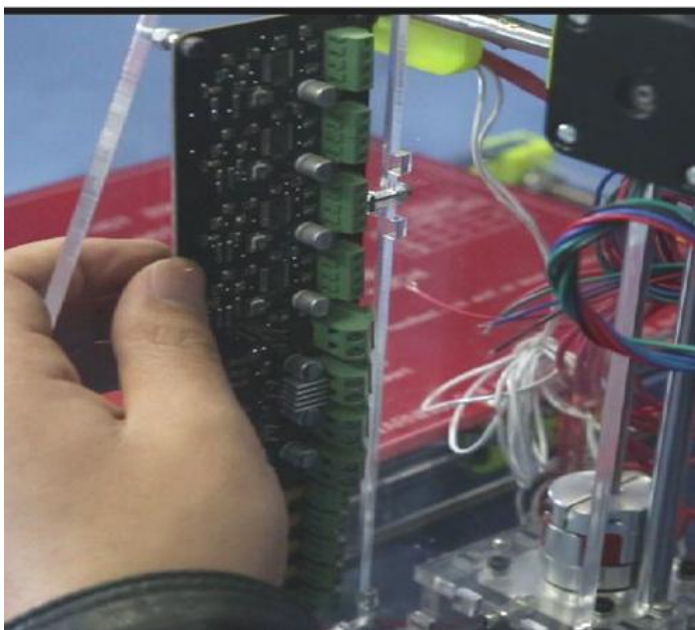

图 5-36 电路板安装
3) 安装电路板：把电路板放在亚克力框架的另一侧，用螺钉固定，如图 5-36 所示。